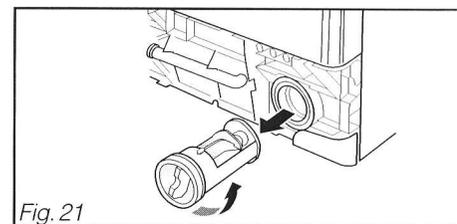

Fig. 21
– Dévissez le bouchon du filtre de la pompe de vidange (Fig. 21).